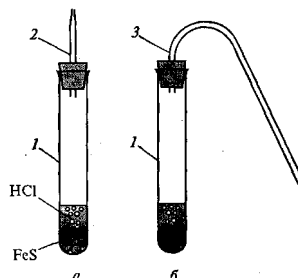

Рисунок 11. Пробирки для получения сероводорода: а) с оттянутой газоотводной трубкой; б) с изогнутой; 1 - пробирка; 2, 3 - газоотводные трубки.
Поместите в пробирку 1 (рисунок 11) 1-2 г сульфида железа и прилейте 5-8 мл 20%-ного раствора соляной кислоты. Закройте пробирку пробкой с оттянутой газоотводной трубкой 2.
2. Внесите в пламя сероводорода холодную крышку от тигля. Что появляется на ее поверхности? Погасите пламя и замените оттянутую трубку 2 на изогнутую 3 (рисунок 11 б).